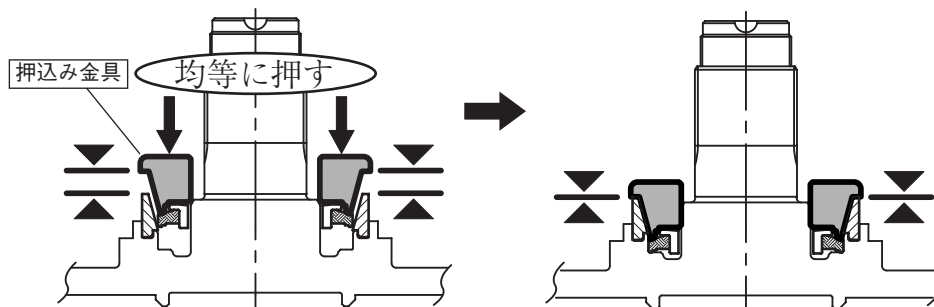

図 3
- (2) 押込み金具をシールに当て、そのままシールガイド1に当たるま手です強く押込みます（図3）